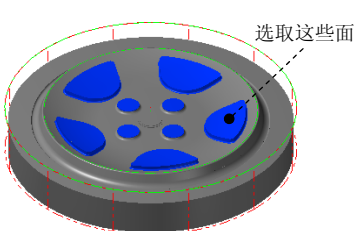

图 15.31 选取干涉面
(2) 单击 **干涉面** 区域中的 ☐ 按钮, 选取图 15.31 所示的面为干涉面 (共 73 个), 然后按 Enter 键。单击 ☒ 按钮完成加工区域的设置, 同时系统弹出“曲面精加工环绕等距”对话框。